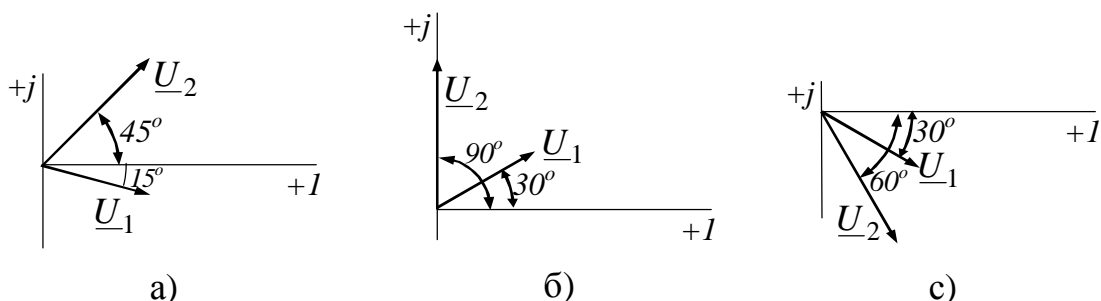

Рис. 2.9
**2.34.** На рис. 2.9 а, б, в подані векторні діаграми для моменту часу  $t = 0$  двох напруг  $U_1 = 40$  В та  $U_2 = 60$  В з періодом  $4 \cdot 10^{-6}$  с. Записати вирази для миттєвих значень цих напруг і побудувати графіки їх зміни.